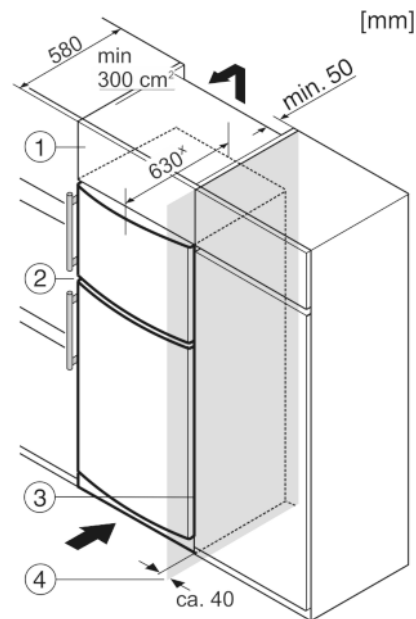

Fig. 9
Устройство может быть окружено предметами кухонной обстановки. Чтобы уравнивать устройство Fig. 9 (2) по высоте с кухонной стенкой, можно установить над устройством соответствующий дополнительный шкафчик Fig. 9 (1).
При комбинировании с кухонными шкафами (глубина макс. 580 мм) устройство можно установить непосредственно рядом с кухонным шкафом Fig. 9 (3). Устройство выступает сбоку на 34 мм\* и по центру на 50 мм\* относительно передней стенки кухонного шкафа.
Если устройство установлено на шарнирах у стены Fig. 9 (4), то расстояние между устройством и стеной должно быть не менее 40 мм. Настолько выступает ручка при открытой дверце.